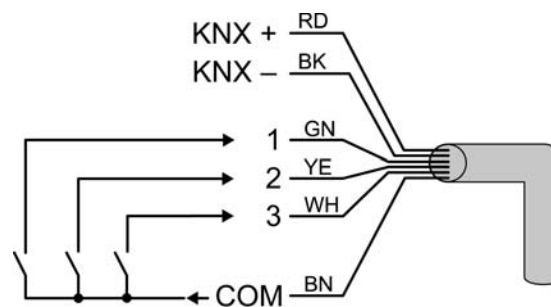

Bild 5: Anschluss der Nebenstelleneingänge
- i** Die Reihenfolge der Anschlüsse am Gerät für Netzspannung (L) und Last (▼) ist abhängig von der Geräteversion. Die Geräteversionen sind durch unterschiedliche Anschlusskennzeichnungen in den Gehäuse-Druckbildern erkennbar. Zudem ist in den Druckbildern eine Versionskennzeichnung in Textform angebracht. Den Anschluss der Geräte ohne Versionskennzeichnung oder mit der Kennzeichnung "V02" gemäß Anschlussbild A ausführen. Geräte mit der Versionskennzeichnung "V01" gemäß Anschlussbild B anschließen. Die Farbzuzuordnung der Anschlussadern ist bei beiden Geräteversionen gleich.
- Nach Bedarf potentialfreie Kontakte an die Eingänge anschließen (Bild 5).